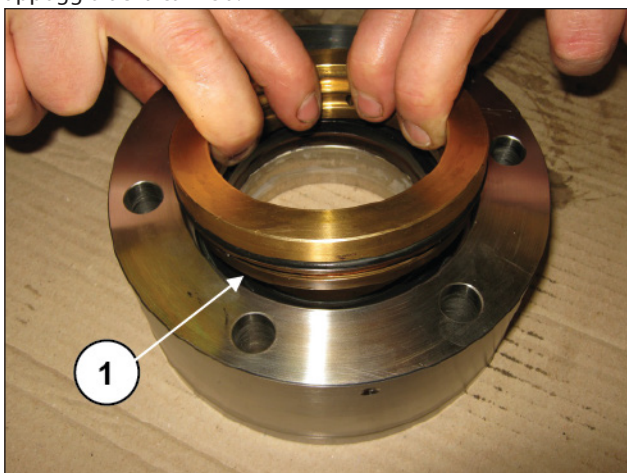
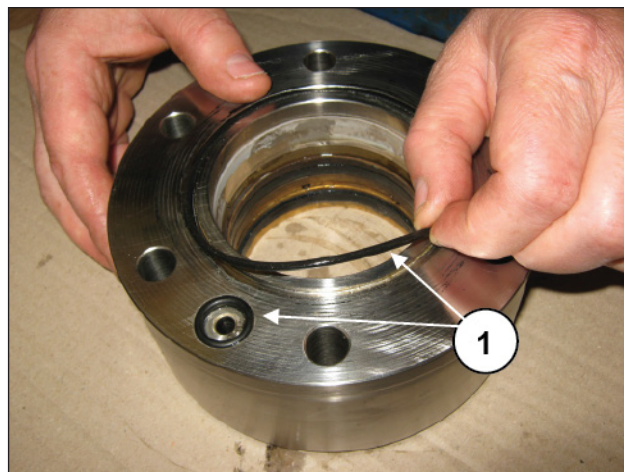

Fig. 225
Fig. 226
Montare il supporto guarnizioni sulla camicia (pos. ①, Fig. 225), montare gli anelli O-ring (pos. ①, Fig. 226) sul piano appoggio della camicia.